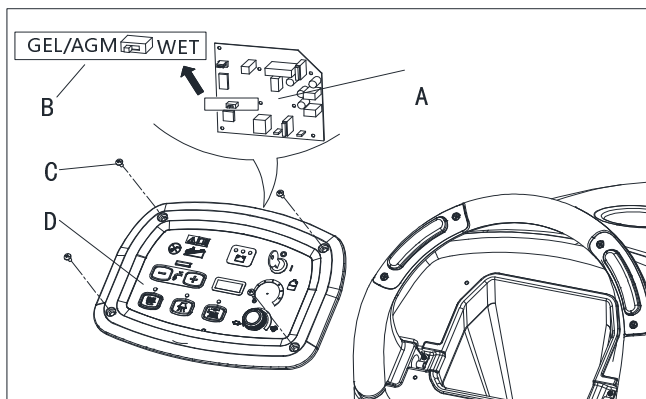

Figure 4
4. Dévisser les vis sur le panneau de commande (C, Figure 4), puis retournez le PCB (A Figure 4) pour trouver le commutateur DIP (B, Figure 4) pour régler le type de batterie (WET ou GEL/AGM).